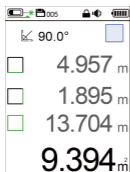

Figure 4 Première zone mesurée
Étape 1 : Mesurer la première zone (voir mesure de la zone), comme le montre la figure 4 ;